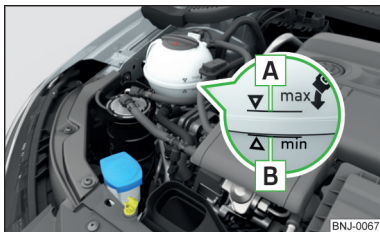

Рис. 171
Перевірка рівня охолоджувальної рідини – рівень охолоджувальної рідини має бути між позначками **A** і **B** » Рис. 171. Якщо охолоджувальна рідина знаходиться нижче рівня **B**, долийте її.
Специфікація охолоджувальної рідини вказана на розширювальному бачку охолоджувальної рідини » Рис. 171.
- Не наливайте охолоджувальну рідину вище мітки **A** » Рис. 171. Під час нагрівання охолоджувальна рідина може виходити із системи охолодження, внаслідок чого можуть бути пошкоджені частини моторного відсіку.